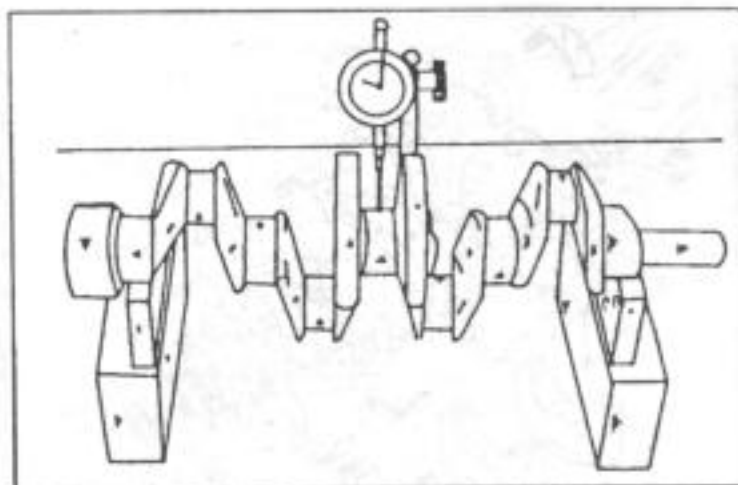

Рис. 96.
• Зажать коленчатый вал между центрами токарного станка или положить на призмы обе внешние коренные шейки и проверить на средних коренных шейках с помощью стрелочного индикатора на биение. Биение вала бензинового двигателя должно быть при полном обороте не более чем 0,03 мм (рис. 96). У дизельного двигателя — допускается до 0,05 мм. В противном случае вал нужно заменить или исправить в специализированной мастерской.